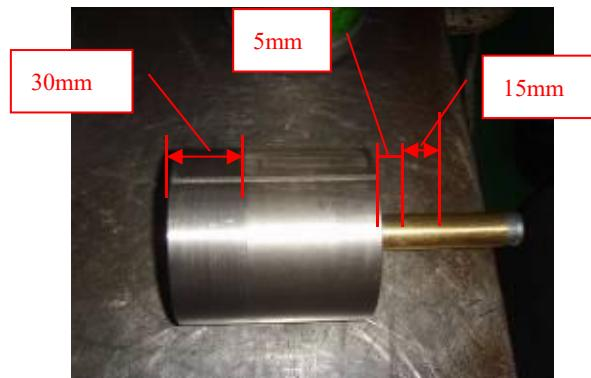

图 12 柱塞润滑脂涂抹位置
**步骤 6：**完成以上步骤后，在柱塞头部圆周（图 12 中 30mm 范围）与顶杆（图 12 中 15mm 范围）均匀涂少许润滑脂，可用二硫化钼或锂基脂，注意涂抹薄薄一层（厚约 0.05mm）即可。